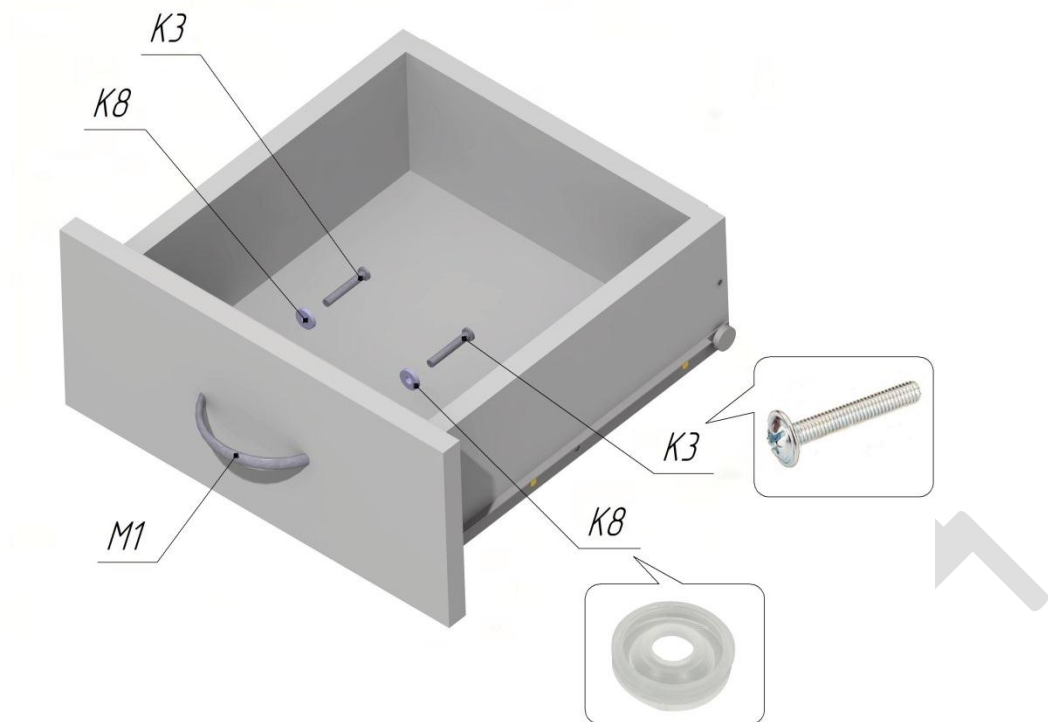

Рисунок 15
21. Закрепить ручку ящика М1 с помощью винтов К3 и шайб К8.См.Рис.15.